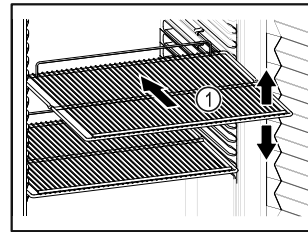

Fig. 47 例图
- 如果存放格栅 Fig. 47 (1)可移动，则根据高度进行调整。